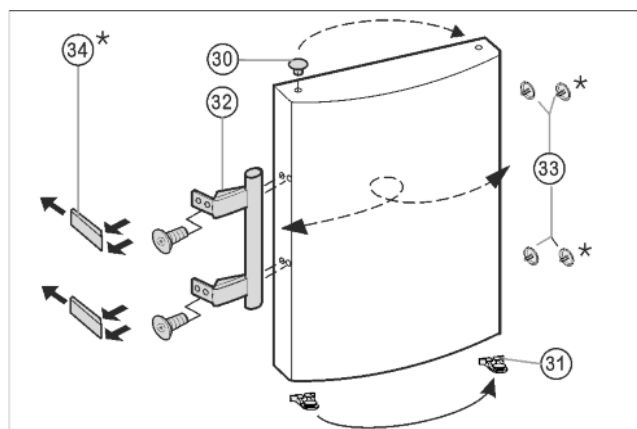

Fig. 8
- Izvadite čepove Fig. 8 (33) iz čahura ležaja vrata i premjestite ih.
- Skinite ručku na vratima Fig. 8 (32), čepove Fig. 8 (33) i pritisne ploče* Fig. 8 (34) i premjestite ih na suprotnu stranu.